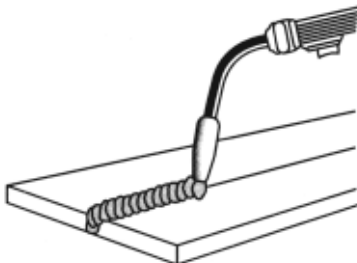

Figure 21. Position à plat
1. La **POSITION À PLAT** (figure 21) est la position de soudage la plus facile et la plus utilisée. C'est la meilleure position pour obtenir de meilleurs résultats.